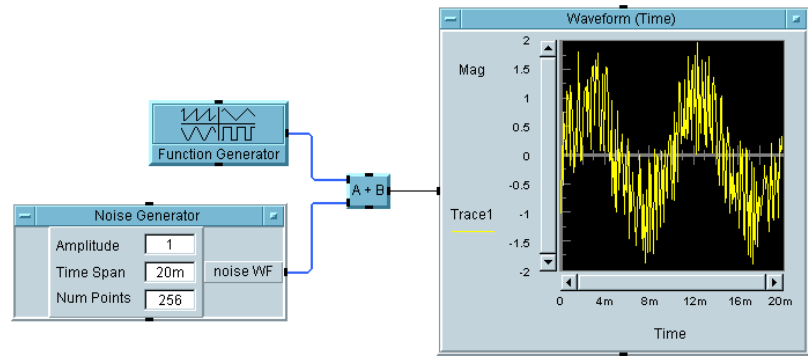

図 1-35. Noise Generator オブジェクトを追加した例
Noise Generator オブジェクトを simple-program.vee に追加することにより、図 1-35 のようにノイズ付きの正弦波を加えます。
5. 入力ピンと出力ピンを図 1-35 のように接続します。